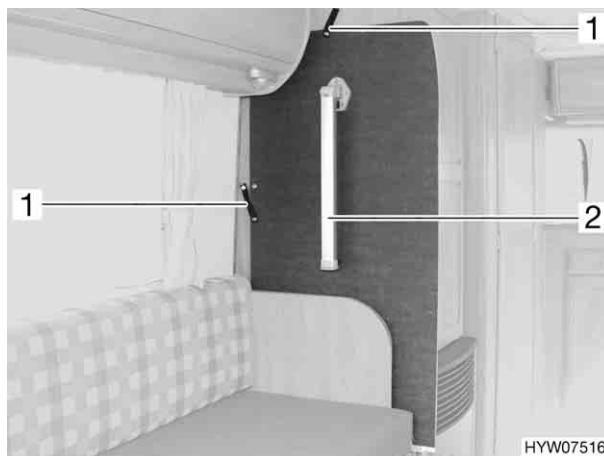

Fig. 26      Tavolo sospeso nel supporto
- Spingere il tavolo sospeso con il piede (Fig. 26,2) all'indietro nel supporto tra la dinette e l'armadio (Fig. 26).
- Fissare il tavolo sospeso con le fascette di ritegno (Fig. 26,1).